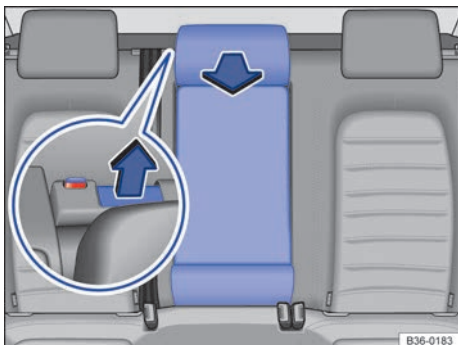

Fig. 215 En el habitáculo: apertura de la trampilla para cargas largas.
- Tire de la palanca de desbloqueo en el sentido de la flecha → fig. 215 y abata la tapa de la trampilla completamente hacia delante → ⚠.